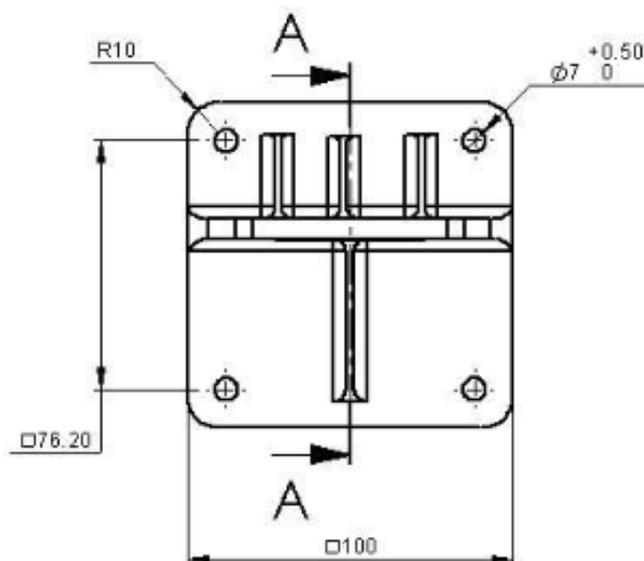

Рисунок 1: Основание наклонной крепежной базы - вид сзади
- a) Поместите наклонное крепление (рис. 1) в указанное местоположение и закрепите его четырьмя винтами через четыре отверстия диаметром 0,28 дюйма (7 мм). В наклонном креплении находятся четыре невыпадающих винта с пружинными шайбами. На следующем рисунке показано расположение четырех отверстий для винтов и шайб.